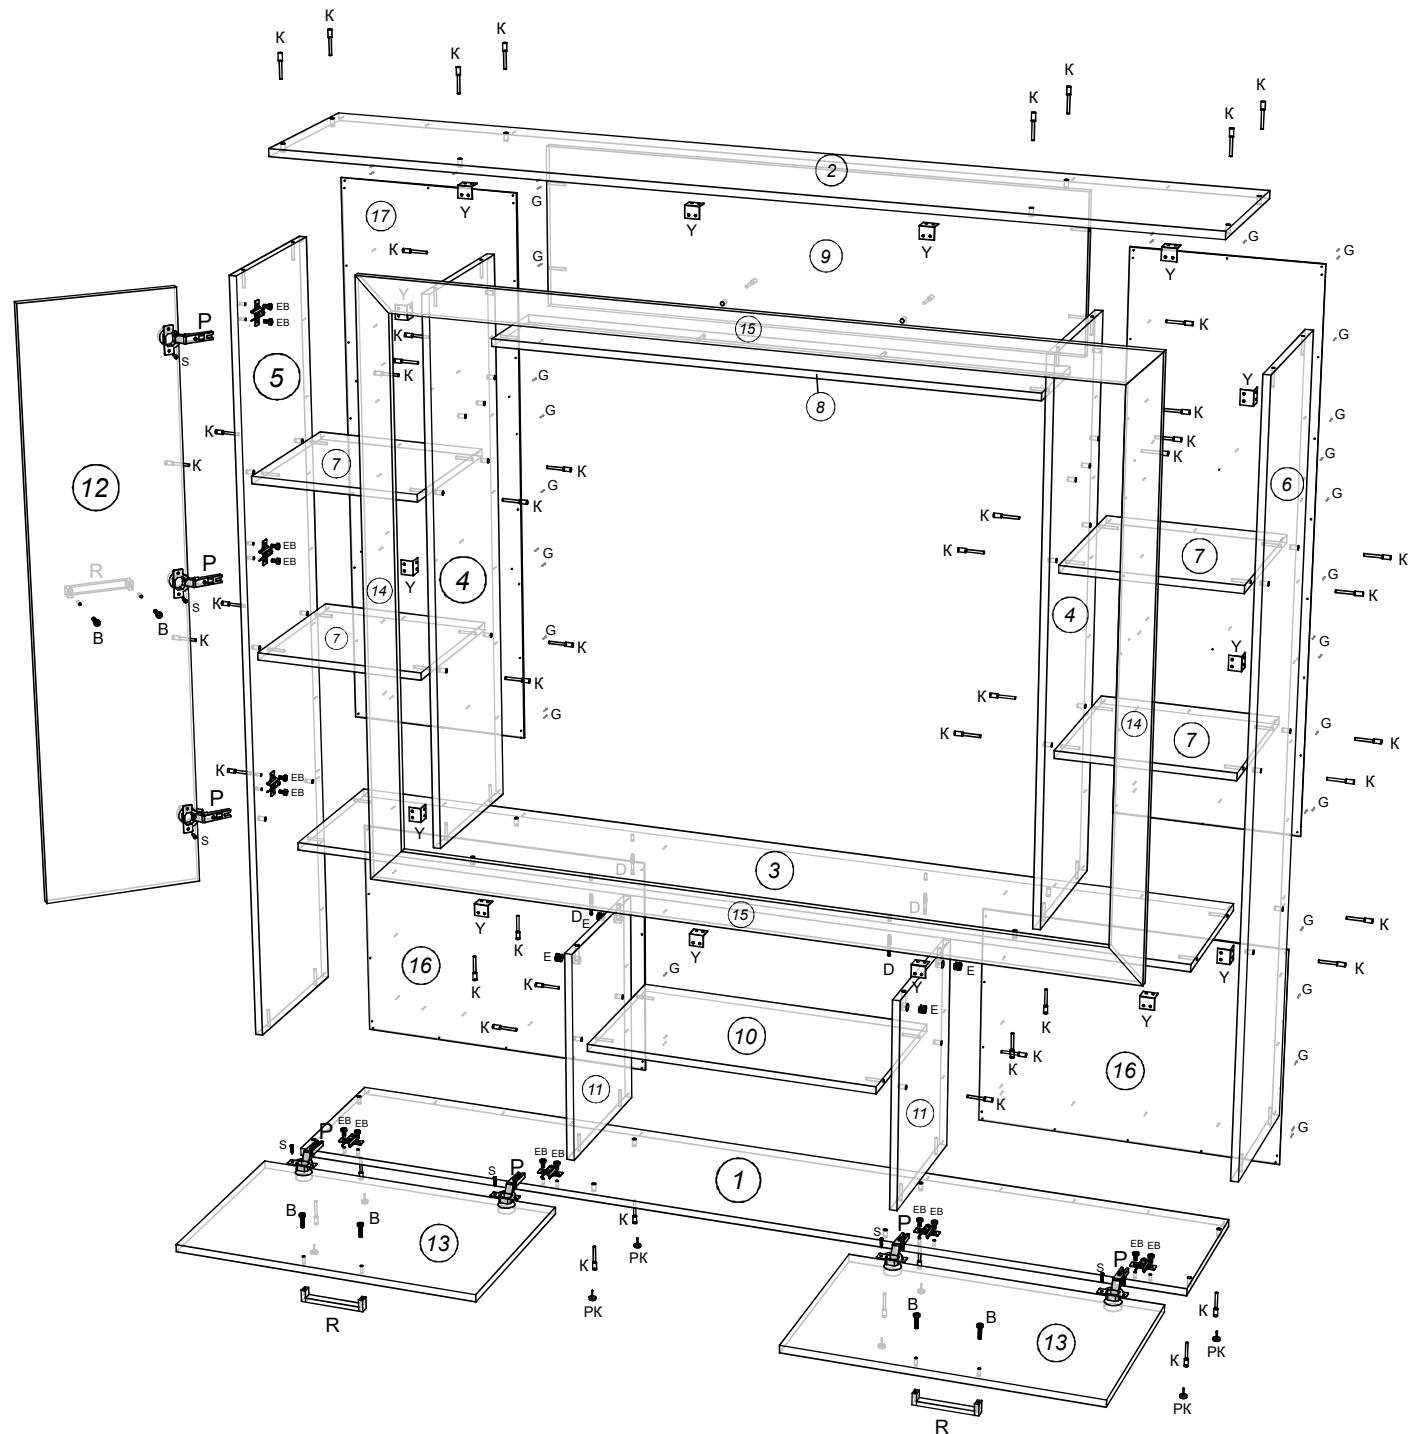

Рис. 2
- Собираем гостиную как показано на рис. 2, не закрепляя задние стенки.
- Закрепляем рамку из багетов на уголки, предварительно установленные на корпус гостиной (рис. 2)